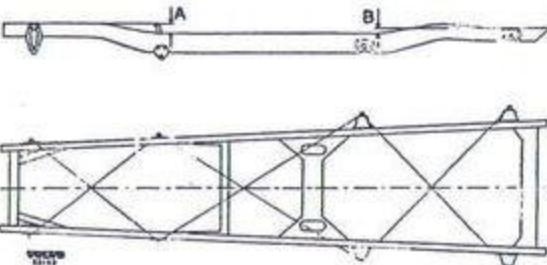

Bild 141. Mätning av ram.
mått A (bild 141) .....	75 mm
mått B (bild 141) .....	30 mm
3. Kruta ett snöre och sträck det diagonalt mellan två av punkterna. Lyft litet i snörets mitt och lät det slä i golvet, varvid ett kritsfreck avsätts mellan punkterna. Gör på samma sätt streck mellan de övriga punkterna så att diagonallinjer bildas enligt bild 141. Dra även mittlinjen. Är ramen rät ska diagonallernas skärningspunkter ligga på mittlinjen.
Misslänks att ramen är krokig i höjdled eller skev ställs bilen på ett plant, rent golv och klotar placeras under axlarna så att sidobalkarnas raka överkanter kommer parallell med golvet. Därefter mäts mättlen "A" och "B" bild 141. Visar dessa större avvikelse än 5 mm skall ramen riktas.